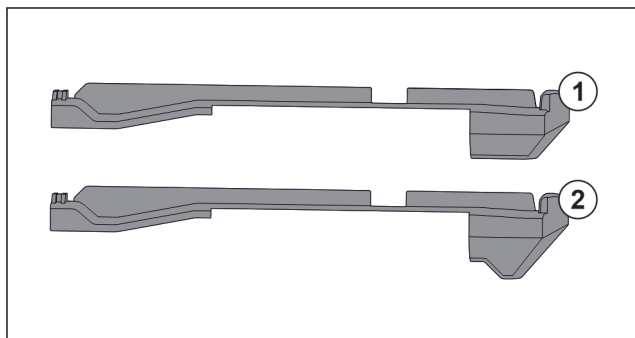

Fig. 69 Confronto degli elementi inseribili
Nell'apparecchiatura si trovano due diversi elementi inseribili. L'elemento inseribile sopra il cassetto più in basso Fig. 69 (2) presenta un bordo triangolare. Tutti gli altri elementi inseribili Fig. 69 (1) dispongono di un bordo dritto.
- ▶ Applicare l'elemento inseribile Fig. 69 (2) con il bordo triangolare sopra il cassetto più in basso.
- ▶ Applicare l'elemento inseribile Fig. 69 (1) con il bordo dritto su tutti gli altri punti.